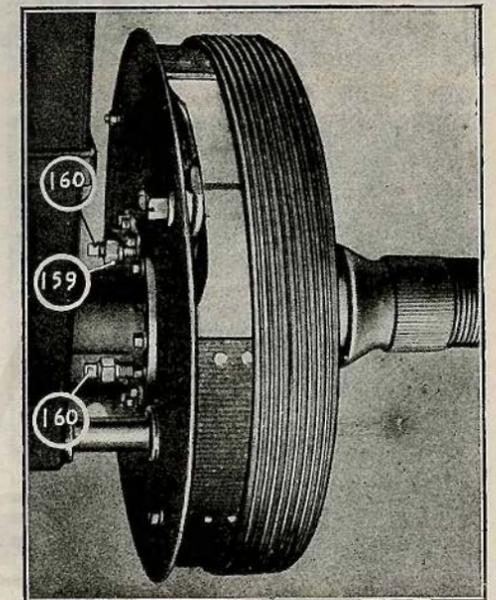
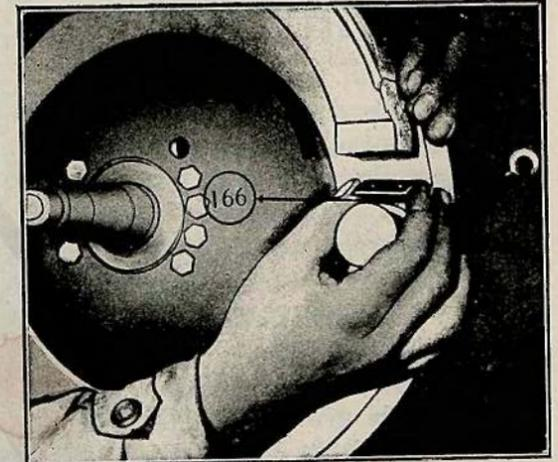

FIG. 35
FIG. 36
(mauvaise position). En appuyant sur le levier de frein avant vers l'avant, il faut que le câble reste légèrement lâche et que le levier soit au repos. Il faut alors pour régler procéder de la façon suivante : Roues arrières : 1° desserrer les contre-écrous 159 et les deux vis 160 (fig. 35) de 2 tours. A l'intérieur du tube de pont (158) se trouve l'arbre de commande qui se termine par un cône sur lequel est monté claveté le moyeu (166) lequel supporte le tambour de frein (156). Il faut alors enlever le moyeu. A cet effet enlever, après avoir dégoupillé l'écrou en bout de l'arbre intérieur, ensuite, au moyen d'un tire-roue, vissé sur le moyeu, on fera sortir le tambour comme indiqué figure 35. Sortir le tambour complètement. Il faut alors placer des cales en acier (166) sous les mâchoires comme l'indique la fig. 36. (La cale doit avoir au minimum 1 mm. 5 d'épaisseur pour ne pas se déformer ; elle doit être solidement fixée sur chaque mâchoire). Avant de la fixer définitivement il faut essayer des cales de différentes épaisseurs jusqu'à ce qu'on ait déterminé le calage convenable. Dans un même tambour il faut caler également les deux mâchoires.